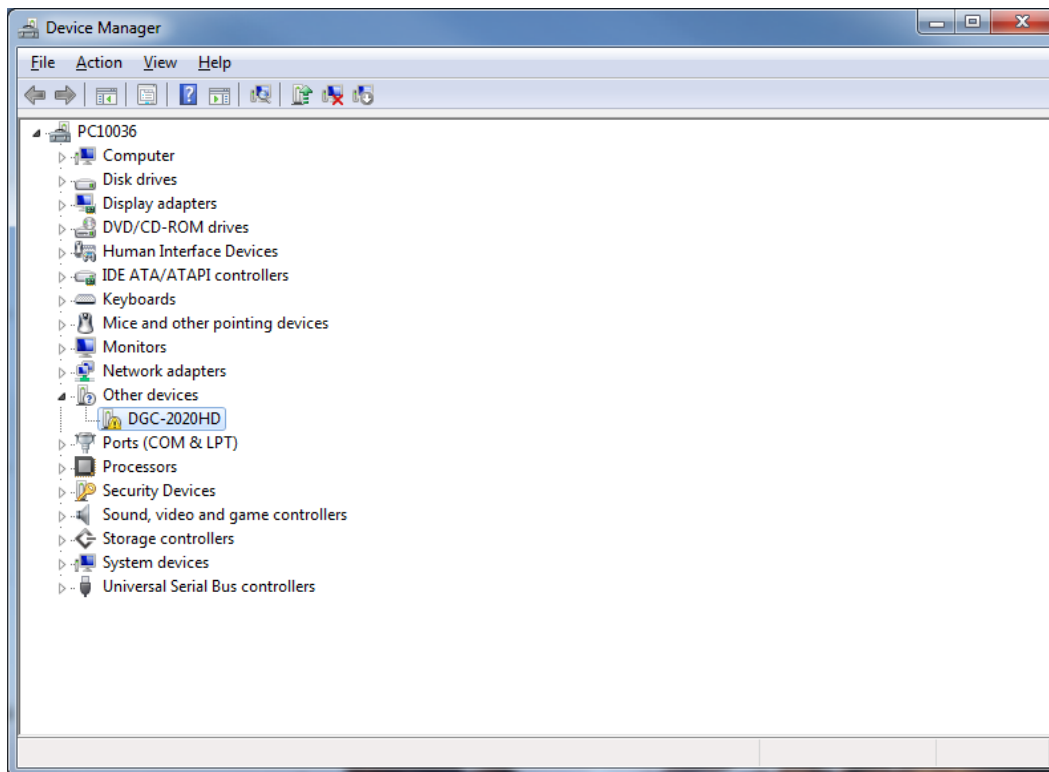

Abbildung 8-2. Gerätemanager
Schritt 2. Öffnen Sie den Windows® Gerätemanager wie in Abbildung 8-2 dargestellt. Klicken Sie unter Andere Geräte mit rechts auf DGC-2020HD (bzw. Unbekanntes Gerät) und wählen Sie Eigenschaften.